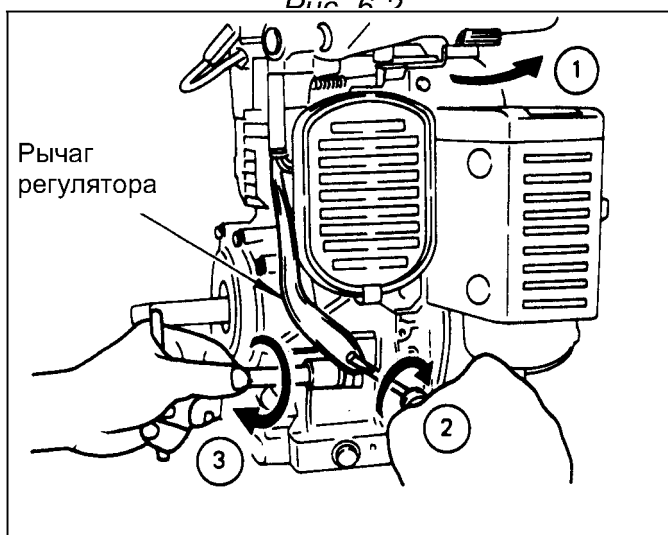

Рис. 6-4
- 5) Вставить плоскую отвертку в шлиц валика регулятора и повернуть его по часовой стрелке до упора, в этом положении стопорным болтом зафиксировать на нем рычаг регулятора (см. рис. 6-4).